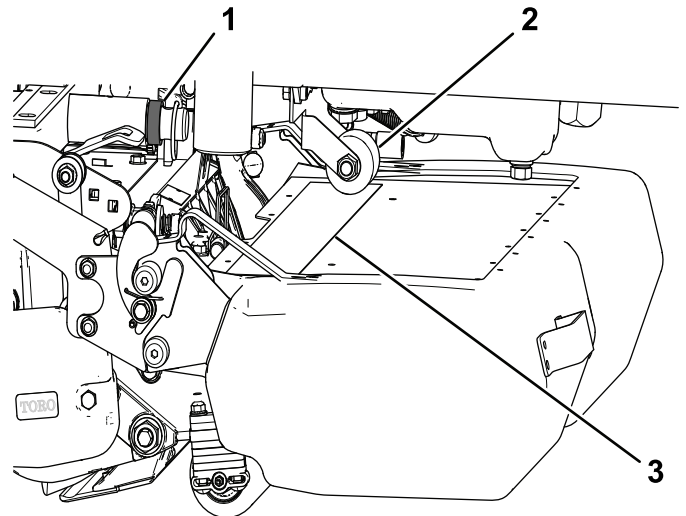

Bild 16
1. Stellen Sie beim Montieren der mittleren Heckschneideinheit sicher, dass das Distanzstück am Hubarmstift hinter dem Trägerrahmen der Schneideinheit befestigt ist, wie in **Bild 16** abgebildet.
Beim Anheben der Schneideinheit sollte die Rollenstoßstange immer den Abnutzungsstreifen am oberen Schutzblech des Grasfangkorbs berühren (**Bild 16**).